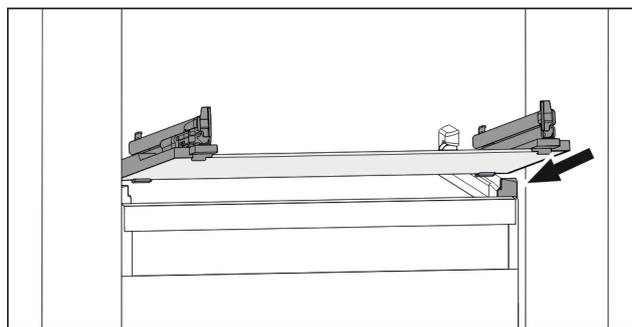

Fig. 161 Exemple de représentation de la tablette en verre
- ▶ Placer la tablette en verre, en l'inclinant, derrière les butées. (voir Fig. 161)